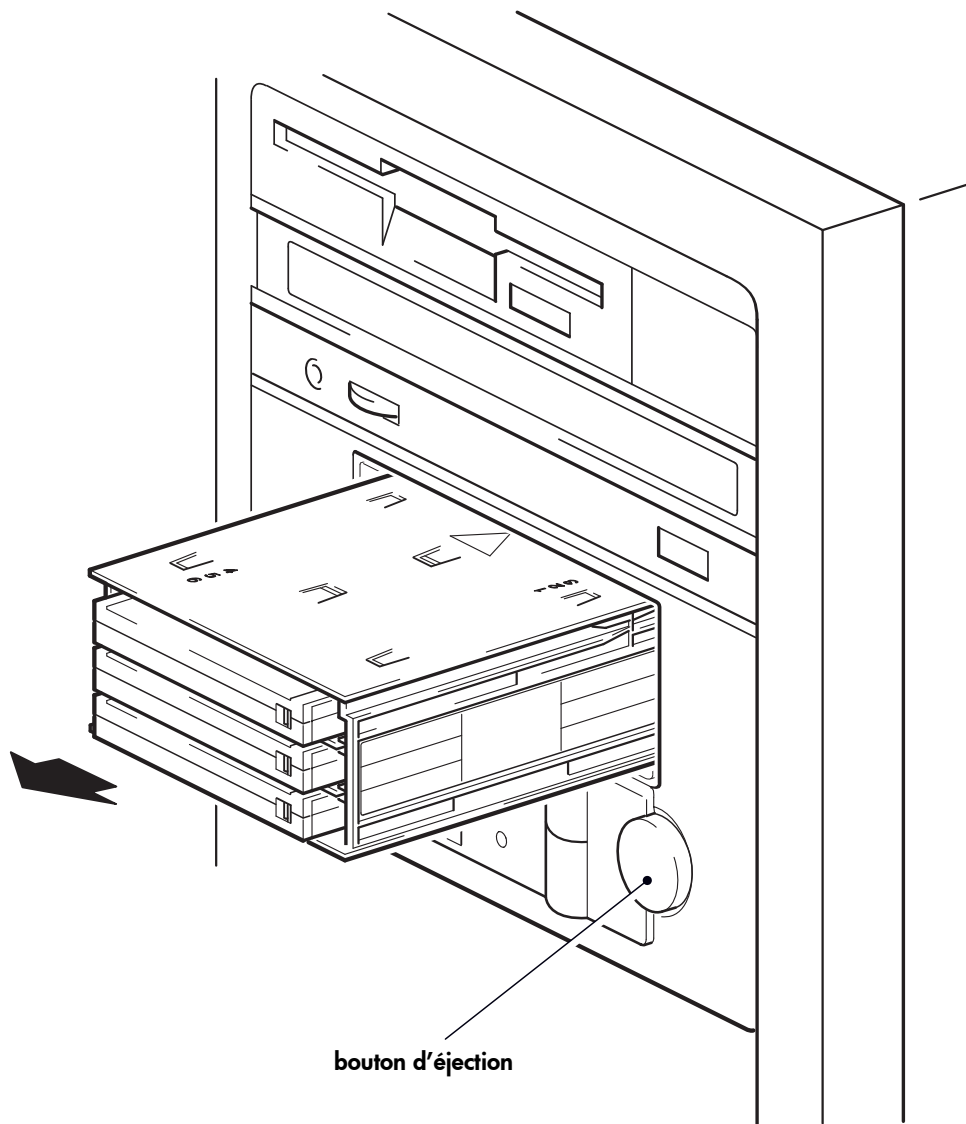

Figure 12 : déchargement d'un magasin du chargeur automatique
- 1 Appuyez sur le bouton d'éjection sur la face avant (Voir figure 12.)